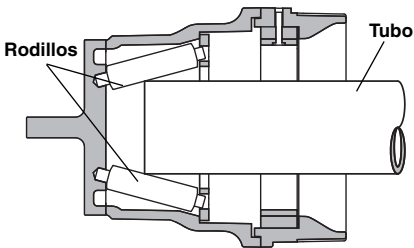

Figura 7A – Posición del tubo para quitarle las rebabas exteriores de su extremo
3. Agarre la taladradora firmemente con sus dos manos. A continuación, introduzca la Preparadora por sobre el extremo del tubo hasta que éste se asiente contra los rodillos de la Preparadora (Figura 7A). Asegure que el extremo de la Preparadora se encuentre lo suficientemente alejada de la prensa de tornillo y de cualquier otro obstáculo. Apriete el gatillo de la taladradora para que la Preparadora comience a girar. Presione la Preparadora con firmeza contra el extremo del tubo entre 5 y 10 segundos mientras los rodillos le quitan las rebabas.